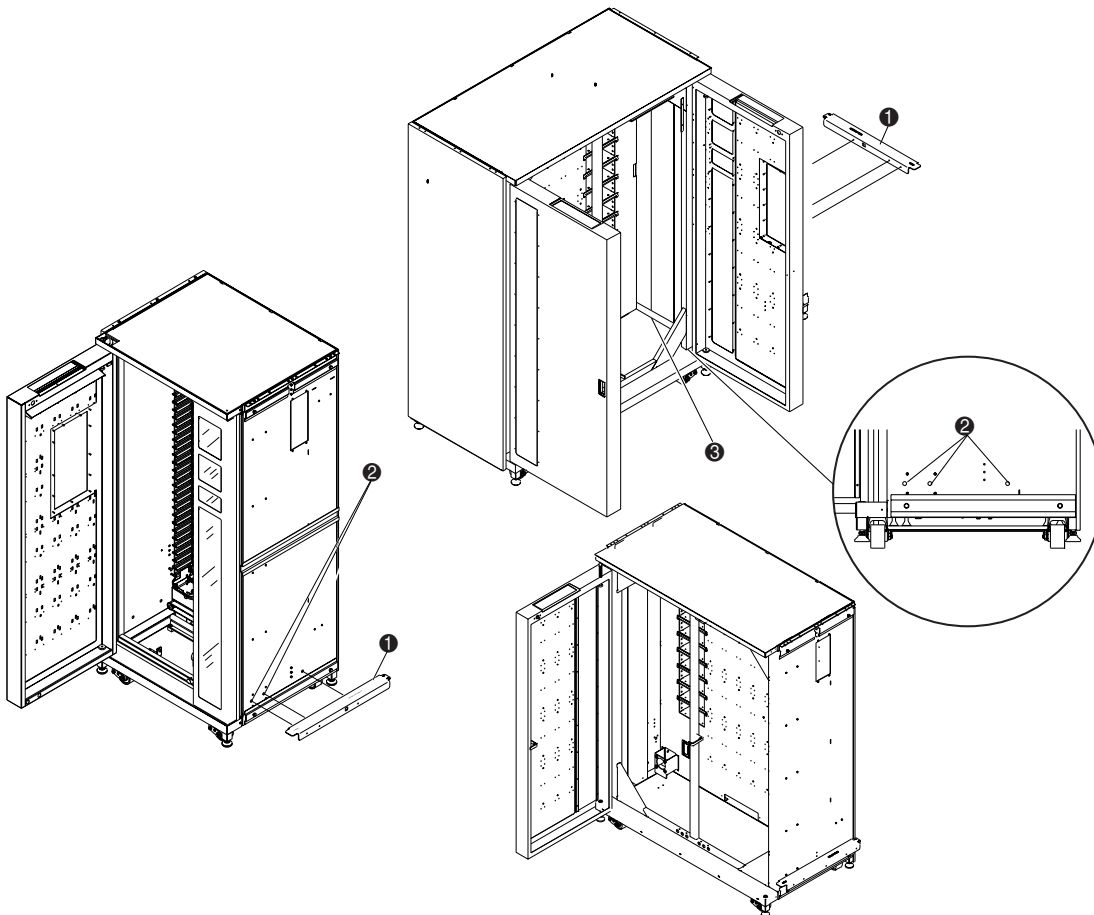

Figura 2-3. Instalación del canal de conexión del receptáculo inferior (biblioteca de cintas de la izquierda)
6. Instale el canal de conexión del receptáculo inferior en la biblioteca de la izquierda (❶ Figura 2-3) con tres pernos (Referencia 0615113) y arandelas (Referencia 0685521). No los apriete. El canal de conexión del receptáculo inferior ha de poder moverse.